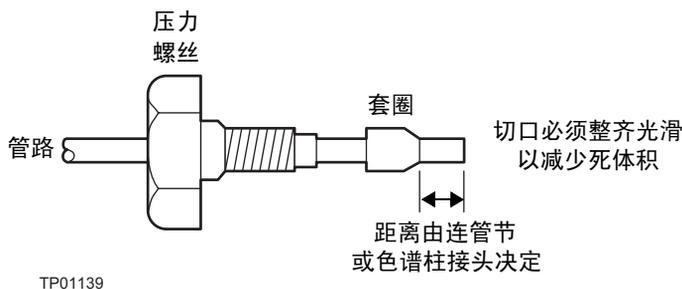

图 1-7 压力螺丝装配
- 在色谱柱出口管路的两端和检测器出口管路的一端装上压力接头（图 1-7）。